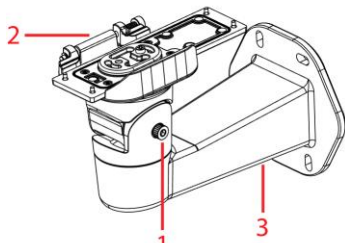

Figura 8
- B. Desenrosque el tornillo de cabeza hueca hexagonal M5 (1) (Figura 8) para retirar la placa del brazo de montaje (2) (Figura 8) del brazo de montaje (3) (Figura 8).